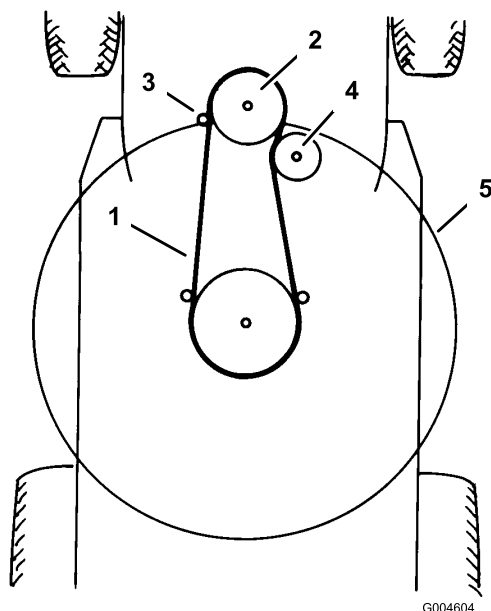

Bild 43
18. Nehmen Sie den Mähwerkriemen von der unteren Motorscheibe ab (Bild 43).
10. Montieren Sie den Mähwerkriemen an der unteren Motorriemenscheibe (Bild 43).